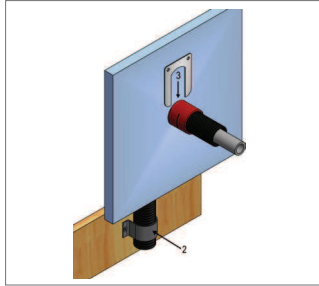

Fig. 5-45
- **Steg 2:** Fäst det fria rör-i-röret med ett standard rörclips inom de första 500 mm från fixturen (Fig. 5-45).
- **Steg 3:** Fixera väggbockfixtur 25 genom att placera en REHAU fixerings-skiva i spåren (Fig. 5-45 - 5-47).